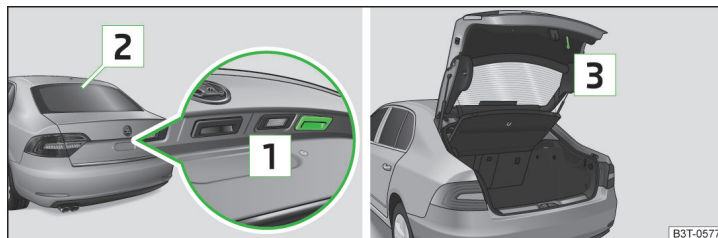

Abb. 39 Griff der Gepäckraumklappe / Geöffnete große Gepäckraumklappe
- Die Taste im Griff an der Unterkante der Gepäckraumklappe **1** » Abb. 39 drücken.
- Die Klappe mit dem Griff **3** » Abb. 39 herunterziehen und zuschlagen.